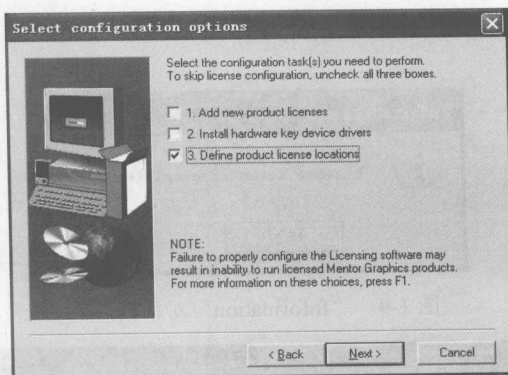

图 1-6 “Select configuration options”对话框
(6) 单击“Custom”按钮, 弹出如图 1-6 所示的对话框, 选择“3. Define product license locations”项指定 License 文件位置。